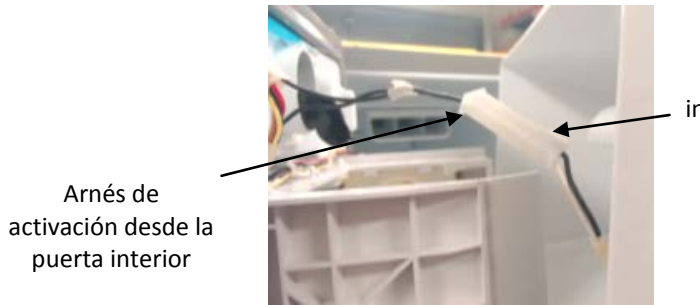

Figura 9: Interruptor de energía y arnés
- 7) Verifique que el arnés de los cables del interruptor de energía esté correctamente asentado. El arnés está en el lateral de la cubierta de la fábrica de hielo, cerca de la parte posterior (**Figura 9**).